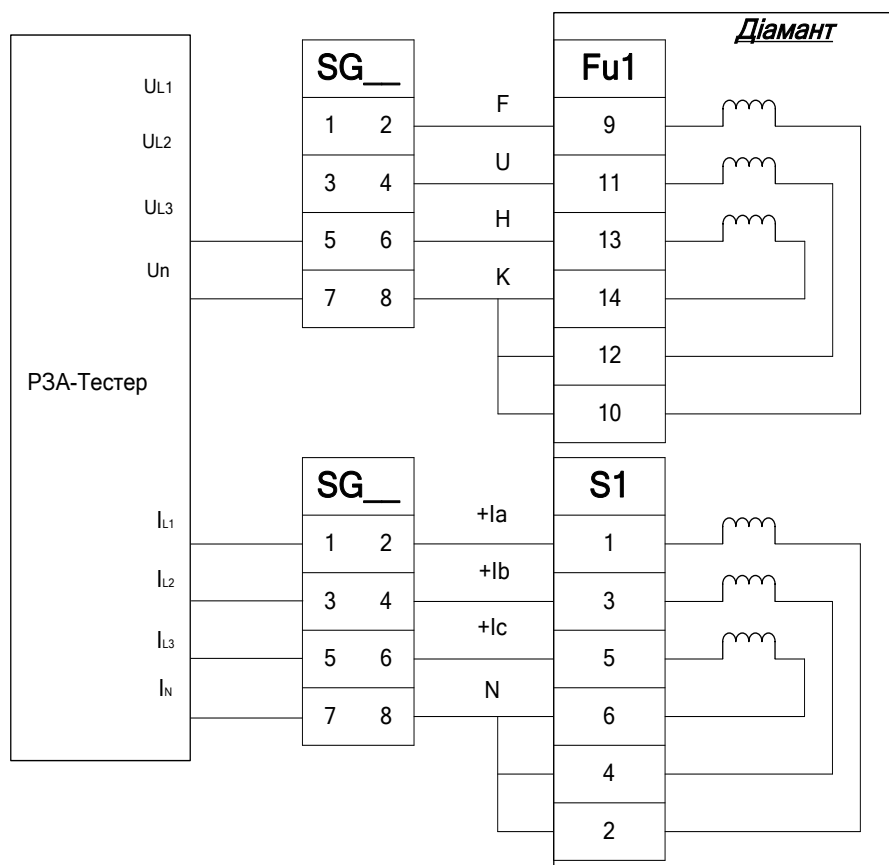

Рис. 7.4 – Подключение аналоговых входов к Діамант
- собрать схему в соответствии с Рис.7.4;